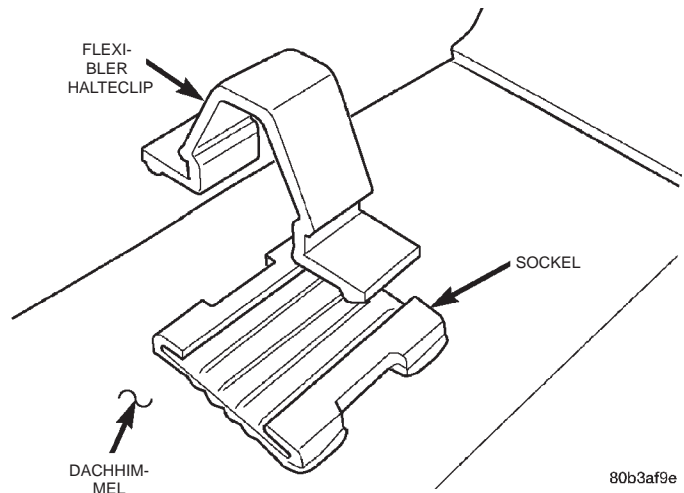

Abb. 63 Flexibler Halteclip
- (12) Darauf achten, dass der hintere flexible Halteclip aus dem Dachblech ausgebaut wird. Vor dem Einbau des Dachhimmels den hinteren flexiblen Halteclip in den Sockel am Dachhimmel einsetzen (Abb. 63).